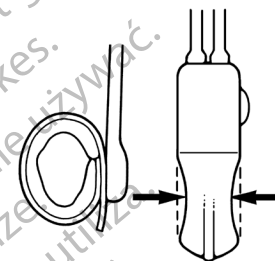

Figura 4-40. Activați (reactivați) sistemul (scoateți-l din starea de dezactivare)
5. Apăsați butonul de dezactivare de câteva ori pentru a slăbi sabotul de apăsare. **(Figura 4-40)**. Apoi strângeți pompa o dată, rapid și cu forță.